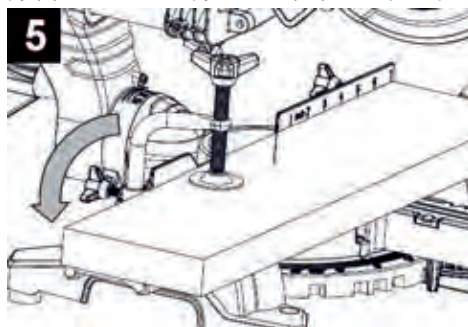

Рисунок 5
3.4.5 Фиксация заготовки осуществляется прижимом обрабатываемой заготовки к фронтальному упору (5) и зажимом струбциной (12). Смотрите рисунок 5.